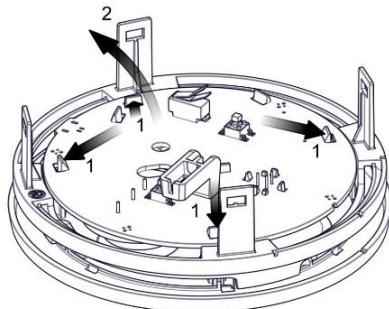

Figura 15
4. Staccare la scheda elettronica dai supporti ad incastro (*vedere Figura 15*).